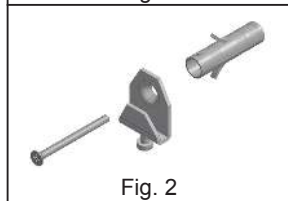

Fig. 2
- а) 2 выровнивающих крюка с креплением на клиновые анкеры в комплекте (Рис. 2).